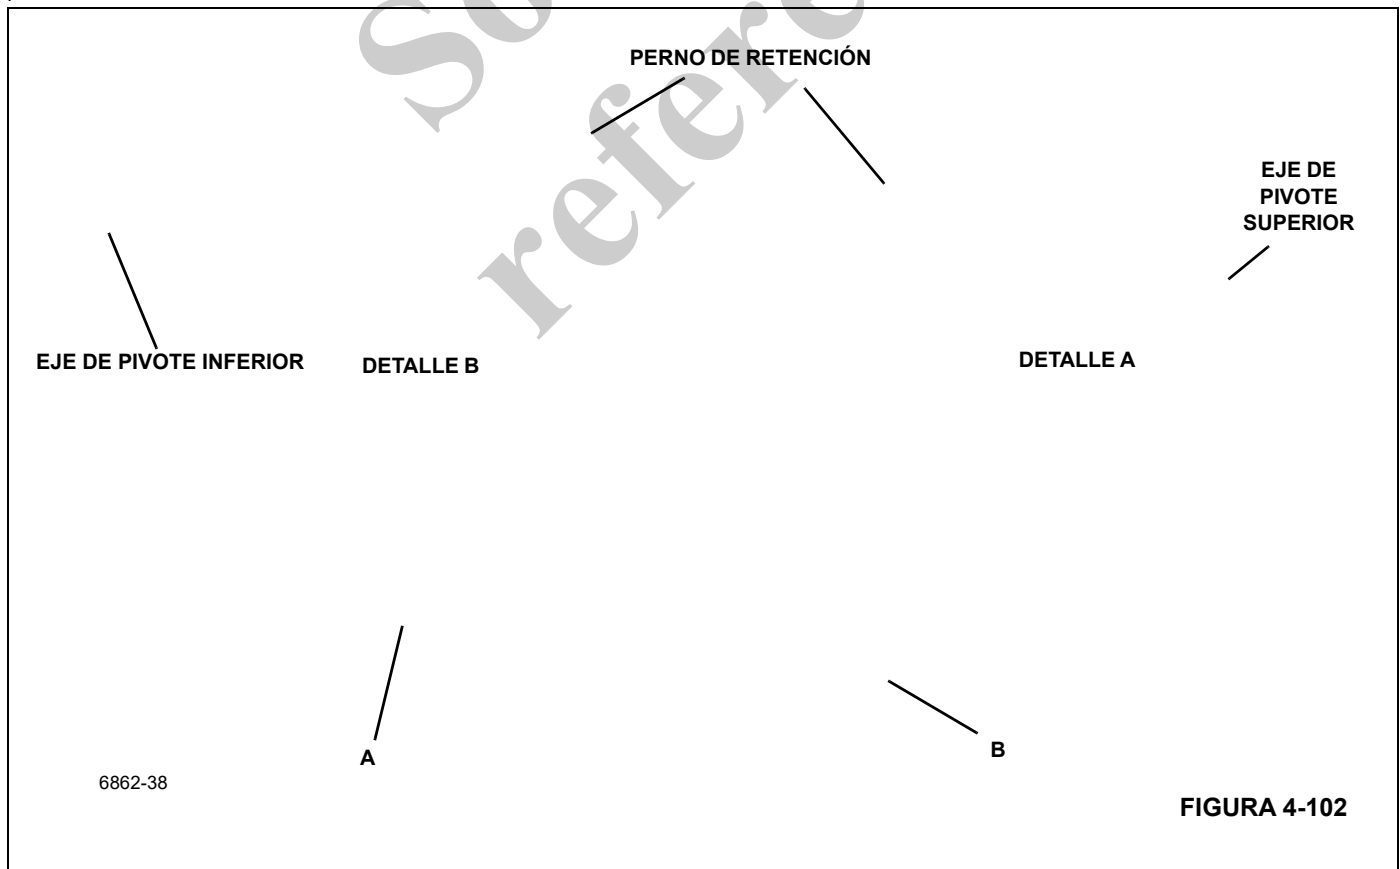

FIGURA 4-102
4. Saque el perno y la arandela que fijan el eje de pivote superior del cilindro de elevación a la pluma (vea la Figura 4-102).
3. Instale el eje de pivote inferior (detalle B), (Figura 4-102) con su agujero roscado hacia la derecha, el lado opuesto a la cabina.